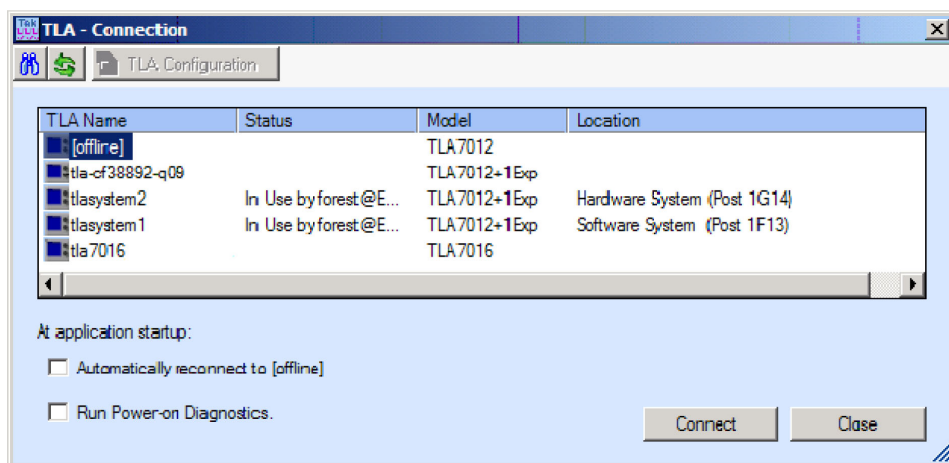

図 28: TLA Connection ダイアログ・ボックス
1. PC の TLA アプリケーション・アイコンをダブルクリックして、TLA アプリケーションを起動します。TLA Connection ダイアログ・ボックスが表示されます。(図 28 参照)。